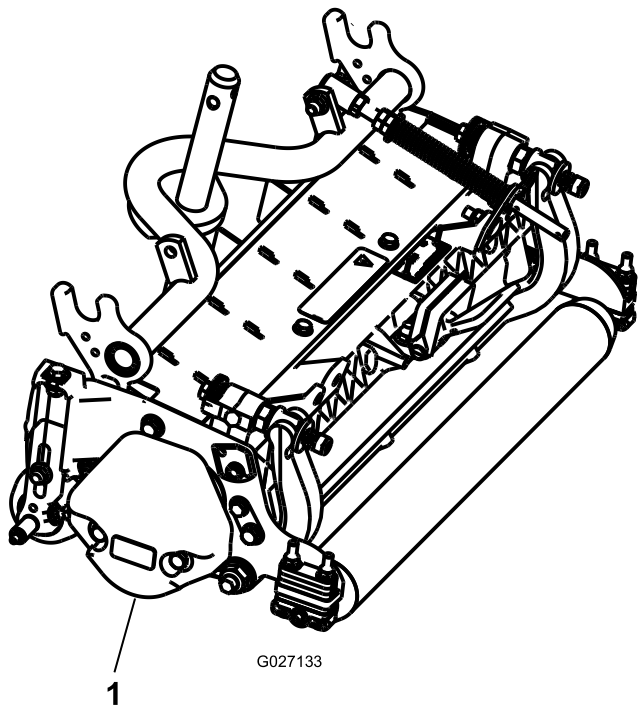

Figure 7
3. Veillez à monter le contrepois (Figure 7) du bon côté de l'unité de coupe, comme expliqué dans le *Manuel de l'utilisateur* de l'unité de coupe.